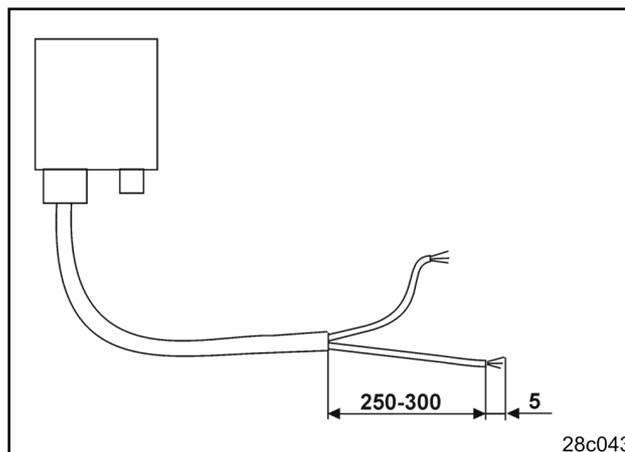

Fig. 5
- Ledningerne afisoleres enkeltvis 5 mm (Fig. 5)